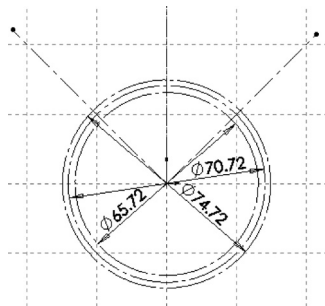

图 8-55 绘制倾斜构造线
❸ 绘制倾斜构造线。选择菜单栏中的“工具”→“草图绘制实体”→“中心线”命令, 或单击“草图”控制面板中的“中心线”按钮, 绘制一条过原点的竖直中心线; 单击“草图”控制面板中的“直线”按钮, 在弹出的“线条属性”属性管理器中勾选“作为构造线”复选框; 再绘制两条角度分别为  $45^\circ$  和  $135^\circ$  的倾斜构造线, 结果如图 8-55 所示。